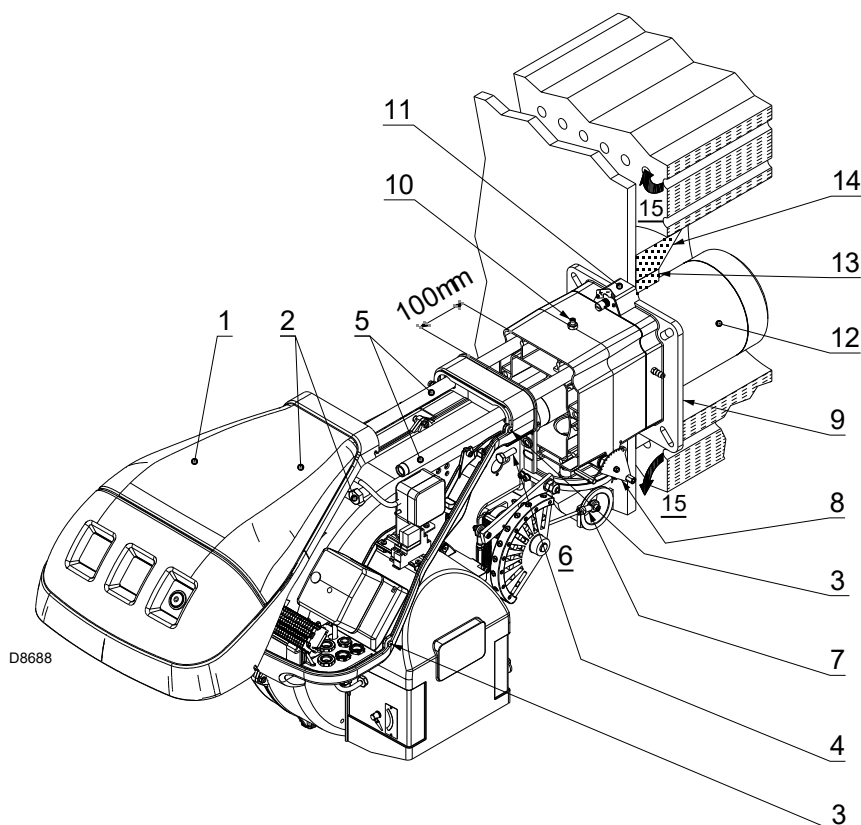

Abb. 12
Die Länge des Flammrohrs 12) (Abb. 12) wird entsprechend der Angaben des Heizkesselherstellers gewählt und muss in jedem Fall größer sein, als die Dicke der Kesselklappe einschließlich hitzebeständigem Material.
Für Heizkessel mit vorderem Abgasumlauf 15) (Abb. 12) oder mit Flammenumkehrkammer muss eine Schutzschicht aus feuerfestem Material 13) zwischen feuerfestem Material des Kessels 14) und Flammrohr 12) ausgeführt werden.
Trennen Sie dann den Flammkopf vom Rest des Brenners, wie in Abb. 12 dargestellt.
Befestigen Sie nach diesem eventuellen Vorgang den Flansch 11)(Abb. 12) an der Platte des Heizkessels und setzen Sie die beiliegende Isolierdichtung 9)(Abb. 12) dazwischen ein.
- Montieren Sie den Brenner wieder auf den Führungen 3) in einem Abstand von ca. 100 mm zur Muffe 4) - der Brenner befindet sich in der in Abb. 12 auf Seite 16 dargestellten Position;